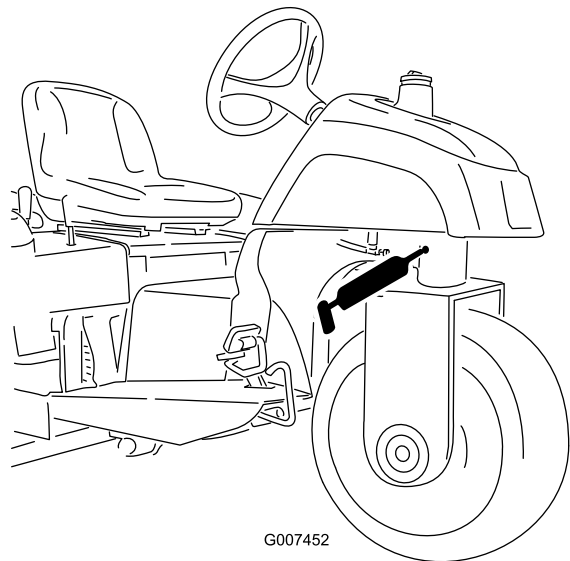

Figura 27
- Pivote de dirección (Figura 27)
**Nota:** El acoplamiento engrasado del pivote de dirección (Figura 27) requiere el uso de un adaptador de boquilla en la pistola de engrasar. Solicite la Pieza N.º 107-1998 a su Distribuidor Autorizado Toro.